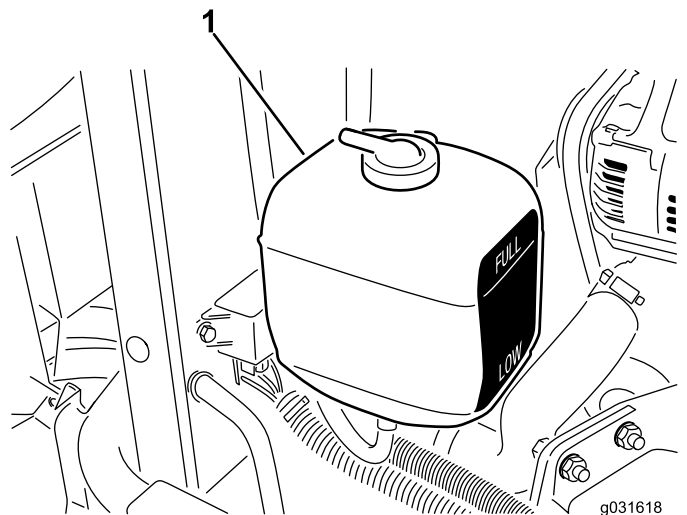

Figure 55
1. Vérifiez le niveau du liquide de refroidissement dans le vase d'expansion (Figure 55).